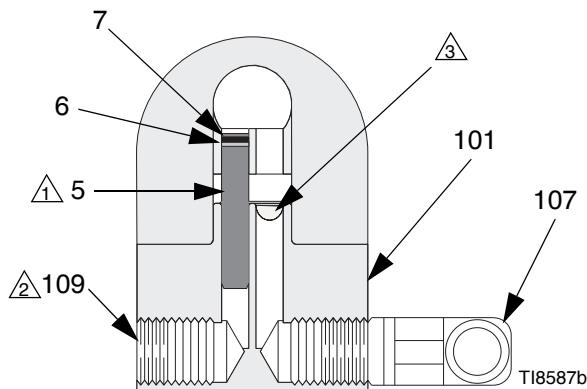

Рис. 1. Показана установка без циркуляции (вид в разрезе)
- См. Рис. 1. Нанесите противозадирную смазку 222955 на резьбу и стыковочные поверхности коллектора (101), заглушки (109) и коленчатого патрубка (107), поставляемых в разобранном виде.
- Вставьте коленчатый патрубок (107) в одно из отверстий жидкостного коллектора (101), а заглушку (109) – в другое.
- Вставьте внутреннюю заглушку (5) в отверстие пистолета с той стороны, где находится заглушка коллектора.
- Подсоедините шланг подачи жидкости к коленчатому патрубку коллектора (107).
- Установите пистолет на коллекторе, используя четыре винта (17). Наживите все четыре винта и затяните сначала два передних, а затем два задних винта с моментом 7,3 Н•м (65 дюймофунтов).
-  2 Замените редукционным ниппелем (107) при использовании в циркуляционных системах.